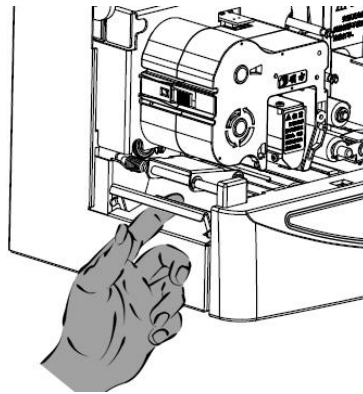

图 13
1. 当打印较长（150mm 以上）标牌时，请拉开标牌的支撑架，如图 13 所示。不需要时，请将其归位。